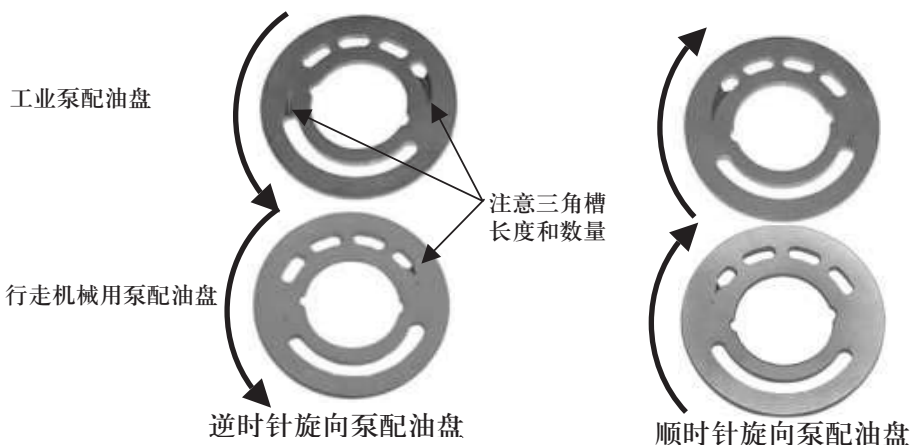

图 6
- 配油盘背面涂一层凡士林，将配油盘安装到油口块上，利用定位销对准配油盘上的三角槽(参见图6)。